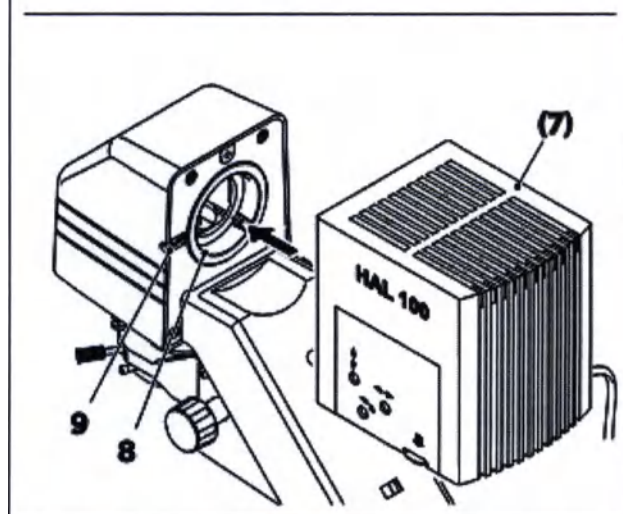
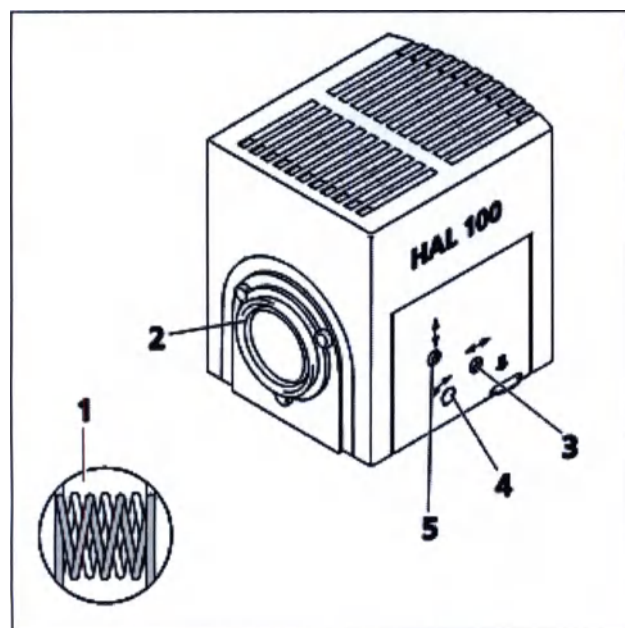

Рис. 50
Рис. 51 Регулировка HAL 100
- Вставьте крепление типа «ласточкин хвост» на корпусе лампы (рис. 50/7) в соответствующее гнездо (рис. 50/8 или рис. 50/2) и при помощи отвертки с шарообразным наконечником на 3 мм затяните фиксирующий винт (рис. 50/1 или рис. 50/9).
- Вставьте трехштырьковую вилку (рис. 50/6) осветителя в соответствующий разъем (рис. 50/3 для работы в проходящем свете и рис. 50/5 для работы в отраженном свете) на задней стороне прибора.
- Переведите в нужное положение переключатель выбора режима работы в проходящем или отраженном свете (рис. 50/4).
(1) Грубая настройка
- Раскрутив зажимной винт (рис. 50/1 или рис. 50/8), извлеките готовый к использованию галогенный осветитель (рис. 51/3) из штатива микроскопа.
- При помощи отвертки размера 3 мм с шарообразным наконечником поворачивайте регулировочный винт рис. 51/3, пока обе проекции нити накаливания лампы не станут максимально резкими.
- Затем поворотом двух регулировочных винтов (рис. 51/4 и 5) добейтесь того, чтобы изображение нити накаливания одной лампы точно совпало с пропусками в отраженном изображении нити (рис. 51/1).
(2) Точная настройка
- Снимите окуляр и, наблюдая изображение зрачка в гнезде для окуляра, отцентрируйте нить накаливания и ее отражение при помощи регулировочных винтов (рис. 51/4 и 5).
- Поворачивайте регулировочные винты (рис. 51/3), пока яркость изображения не станет максимально равномерной.
- Выключите микроскоп и отключите вилку (рис. 50/6) от разъема на 12 В/100 Вт (рис. 50/3 для отраженного света или рис. 50/5 для проходящего света). Дайте прибору остыть в течение примерно 15 минут.